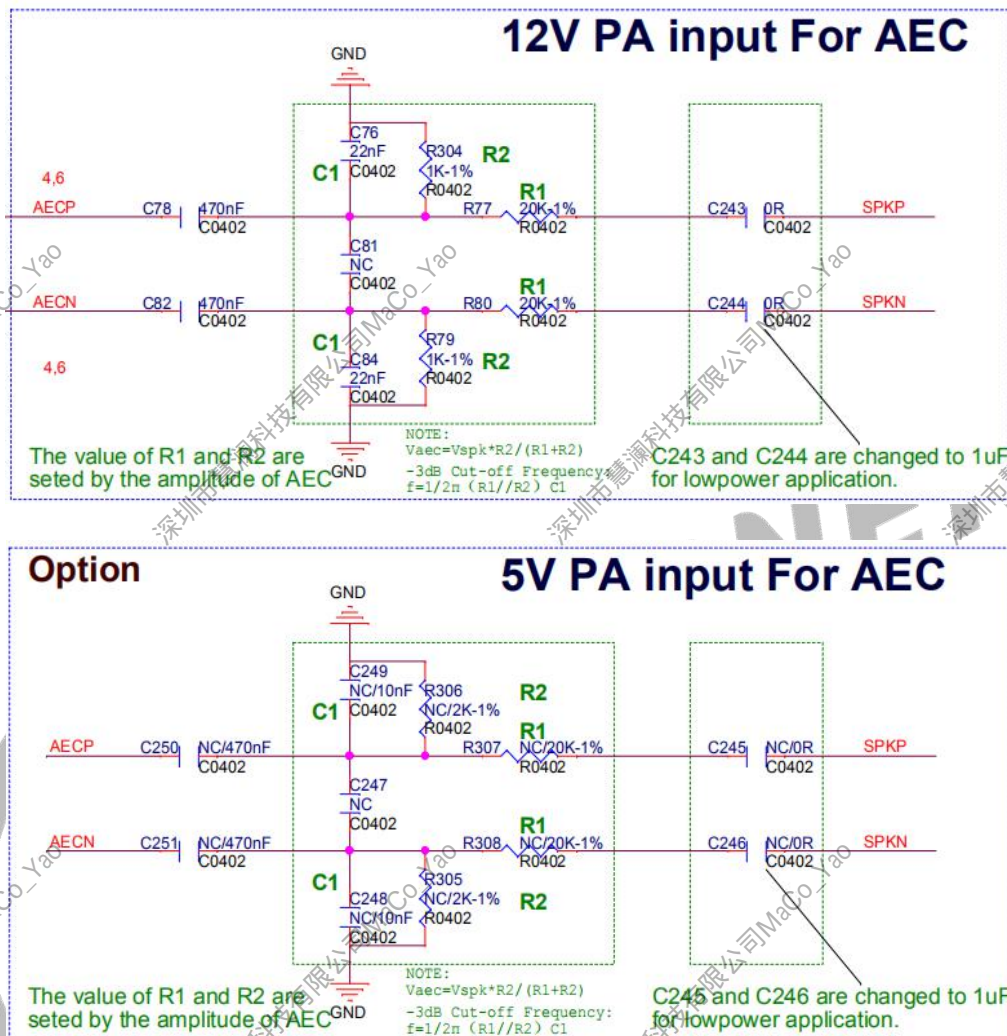

图 2-48 AEC 回路参考设计
- 需在原理图中标注清楚 AUDIO 部分电源的工作电压和最大工作电流，以便 PCB layout 设计，如图 2-48 所示：